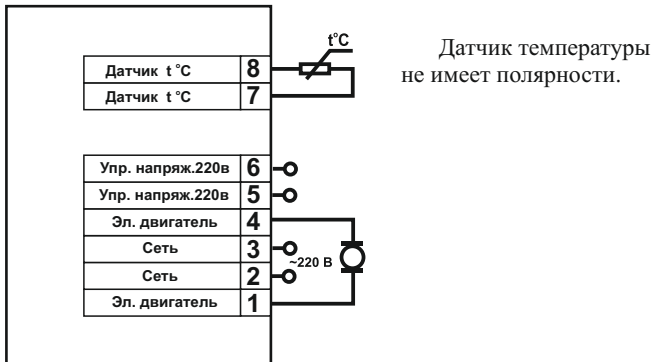

Рис.4 - Схема подключения
5.7. Подключить датчик и электродвигатель вентилятора наружного блока, подключить напряжение питания согласно рис. 4.